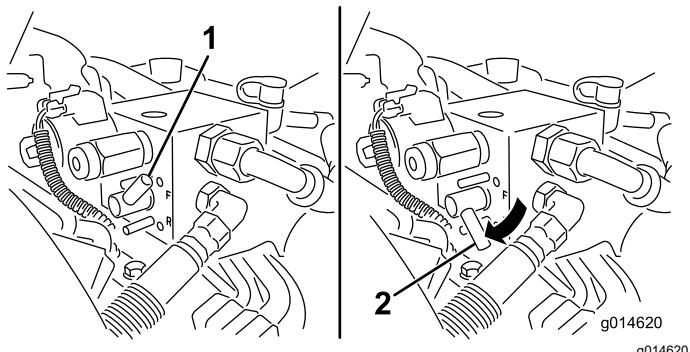

Figure 53
- 5. Tournez le levier de rodage à la position de rotation ARRIÈRE (R) (Figure 53).